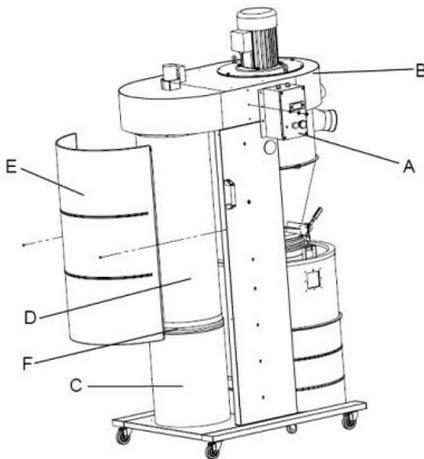

Abb. 12: Schaltkasten und Filterabdeckung montieren
Schritt 15: Montieren Sie den Schaltkasten (A, Abb.12) mit Ein / Aus Schalter an das Gehäuse (B, Abb.12).
Schritt 16: Befestigen Sie den Spänesack (C, Abb.12) mit der Schlauchklemme (F,Abb.12) an der Filterkartusche (D, Abb.12).
Schritt 17: Montieren Sie die Filterabdeckung (E, Abb.12) an die linke und rechte Seitenwand und befestigen Sie diese.